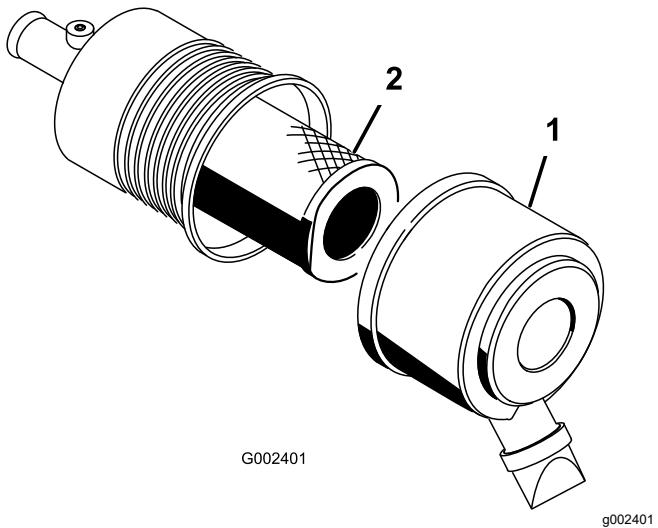

Figure 55
1. Desserrez les attaches qui fixent le couvercle sur le boîtier du filtre à air (Figure 55).
2. Déposez le couvercle du boîtier du filtre à air (Figure 55).
4. Déposez et remplacez le filtre (Figure 55).Il est déconseillé de nettoyer les éléments usagés car cela risque d'endommager le matériau du filtre.